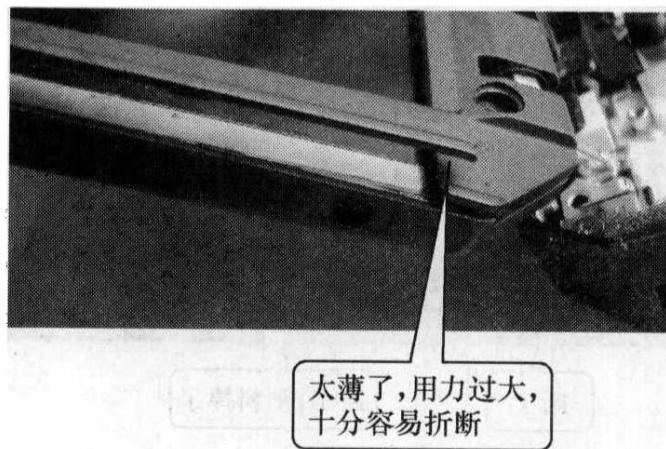

图 1-4 塑料配件太薄很容易损坏
(3) 塑料配件太薄，很容易损坏。如液晶屏的边框上面的面板，这些部件比较薄，并且尺寸比较大，用力过大，很容易损坏，如图 1-4 所示。